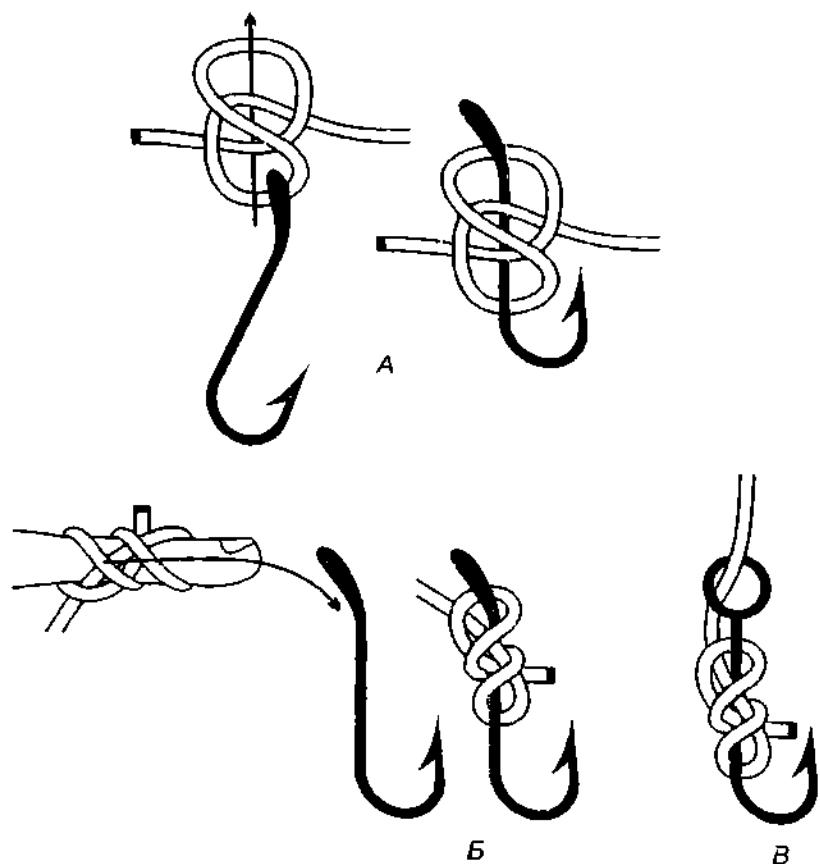

Рис. 739. А – констриктор; Б – констриктор со шлагом; В – констриктор со шлагом, завязанный на крючке с ушком.
*Констриктор* – очень прочный узел, не смотря на скучное количество витков и петель (рис. 739). В узле нет ничего лишнего. Завязанный правильно, узел никогда не развязывается. *Констриктор* обычно вяжется на крючках с лопаткой, но им также можно завязывать и крючки с ушком (рис. 739 В), при этом леску в ушко пропускать совсем не обязательно. Для удобства завязывания, *констриктор* вяжется на пальце или палочке, одевается на крючок и затягивается.